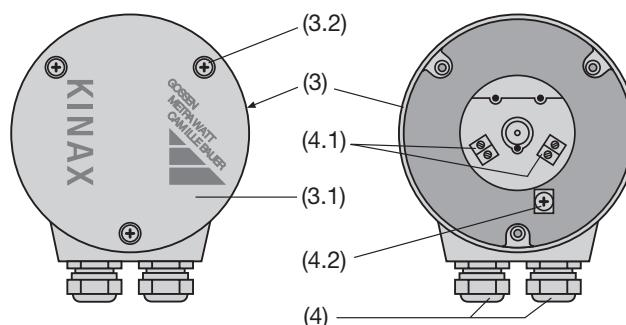

Fig. 9. Partie arrière (3) avec bornes (4.1) et (4.2) et presse-étoupes (4).
Les variantes avec **bornes à vis** directement montées dans le convertisseur et avec **presse-étoupes** comportent 4 bornes à vis (4.1) et 1 borne de mise à terre (4.2) placées dans le capot arrière (3), voir Fig. 9. Ces bornes à vis sont prévues pour une section des fils de max. 1,5 mm², elles deviennent accessibles en enlevant le couvercle (3.1).
- ... avec **bornes à vis et presse-étoupes** dévisser les 3 vis (3.2) et enlever le couvercle (3.1), (Fig. 9, à gauche).
- ... avec **bornes à vis et presse-étoupes** dévisser les 3 vis (3.2) et enlever le couvercle (3.1) (Fig. 9, à gauche).